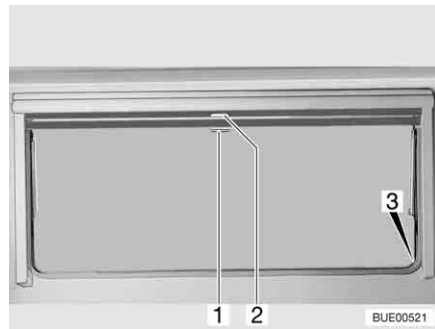

Bild 87 Överkantshängt fönster
- Drag ned mörklägningsrullgardinen med handtaget (Bild 87,2). När mörklägningsrullgardinen dras ned helt fäster man det man i spärrarna (Bild 87,3) på båda sidorna på fönsterkarmen.
- När mörklägningsrullgardinen är helt neddragen: Tryck ned handtaget (Bild 87,2) och drag det något inåt. Nu kan man ta loss mörklägningsrullgardinen ur spärrarna på båda sidorna av fönsterkarmen.
- När mörklägningsrullgardinen inte är helt neddragen: Drag handtaget (Bild 87,2) lätt nedåt tills spärren släpper.
- Drag ner insektsnätet med handtaget (Bild 87,1) och fäst det i spärrarna (Bild 87,3) på båda sidorna av fönsterkarmen.
- Tryck ned handtaget (Bild 87,1) och drag det något inåt. Lossa insektsnätet ur spärrarna på båda sidorna av fönsterkarmen.